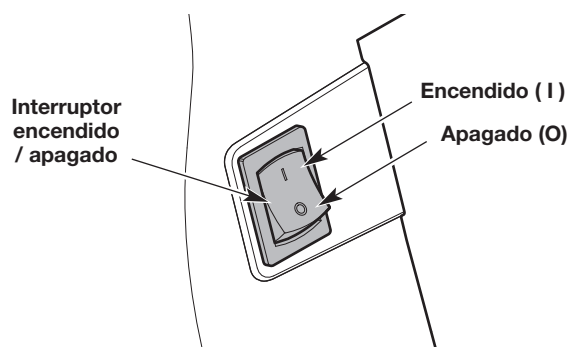

Fig. 7
NOTA: No es necesario encender la unidad. El interruptor de encendido/apagado está en la posición **Encendido (I)** en todo momento (Fig. 7).
2. Oprima y mantenga apretado el interruptor de encendido/apagado en la posición **Apagado (O)** hasta que el motor se pare por completo (Fig. 7).